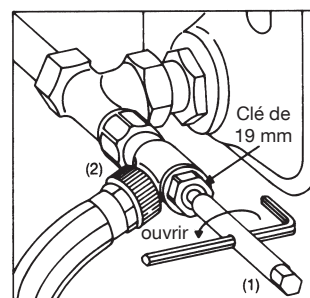

Fig. 6
- 3.4 Visser l'outil de vidange et de remplissage (2) sur le raccord «Combi 4/3/C» et fixer un tuyau (fig. 6).
- 3.5 Ouvrir le purgeur du radiateur. Poser la clé à six pans (clé de 10) (1) sur l'outil de vidange et de remplissage (2) et vidanger le radiateur en tournant l'outil vers la gauche (fig. 6).
- 4.1 Si le radiateur a été vidangé par l'outil de vidange et de remplissage (2), une modification à l'outil ou au raccord n'est pas nécessaire. Le radiateur peut maintenant être rempli par le tuyau de remplissage raccordé (le radiateur doit être purgé).